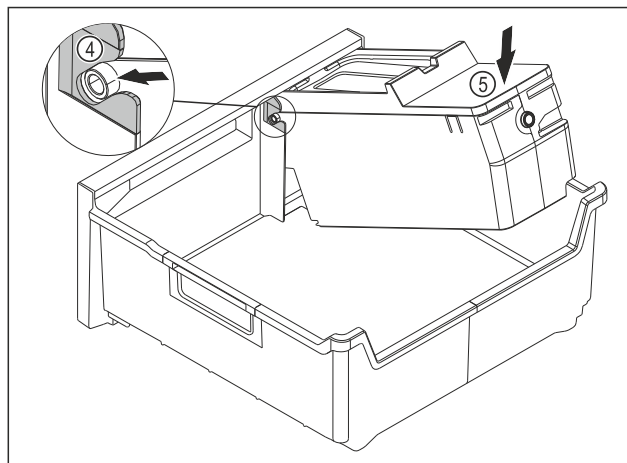

Fig. 246
- Montare il corpo dell'EasyTwist-Ice: Inserire gli assi del corpo dell'EasyTwist-Ice nelle guide Fig. 246 (4).
- Spingere il corpo dell'EasyTwist-Ice Fig. 246 (5) posteriore verso il basso.